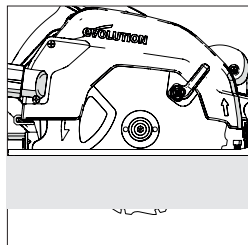

Fig. 12
- Na maioria dos casos, a profundidade de corte deve ser ajustada de acordo com a espessura do material a ser cortado e a profundidade de metade de um dente de serra (da ponta do dente à raiz do dente). **(Fig. 12)**